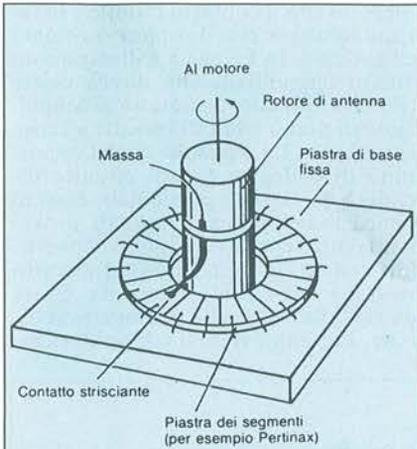

Figura 1. Costruzione meccanica dell'anello collettore a segmenti di contatto, che dovrà essere applicato al rotore.
2) Posizione dell'antenna. Questa viene rilevata con un sistema meccanico. Un contatto a braccio è solidale con il palletto ruotante dell'antenna, e questo contatto esplora passo-passo un anello a segmenti (Figura 1).